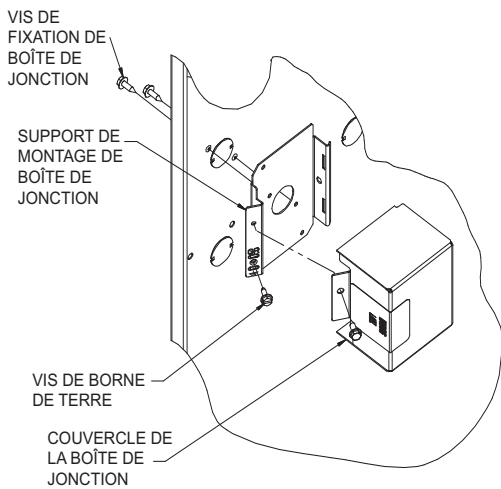

Figure 34 – Installation d'une boîte de jonction (le cas échéant)
Le couvercle de la boîte de jonction, le support de fixation et les vis se trouvent dans le sac de pièces détachées expédié avec la chaudière. Reportez-vous à la fig. 34 pour connaître les emplacements de montage de la boîte de jonction.
1. Percez deux (2) trous de 3 mm (1/8 po) dans les dépressions du caisson de la chaudière près de la découpe de 22 mm (7/8 po) sur le côté du caisson. Ne retirez pas la découpe du côté du caisson.
9. Raccordez les fils d'alimentation et neutres sur place aux fils d'alimentation électrique de la chaudière à l'intérieur du coffret électrique externe, comme illustré à la fig. 34.
1. Posez le support de fixation de la boîte de jonction à l'intérieur du caisson de chaudière. Consultez la figure 34.
5. Raccordez le fil de mise à la terre sur place et le fil de mise à la terre d'origine à la vis de mise à la terre verte située sur le support de montage de la boîte de jonction, conformément à la fig. 34.
7. Fixez le couvercle de la boîte de jonction de la chaudière au support de fixation à l'aide des vis fournies dans le sac de pièces détachées. Attention de ne pas pincer les fils entre le couvercle et le support de fixation. Consultez la figure 34.
4. Raccordez le fil de mise à la terre sur place et le fil de mise à la terre d'origine à la vis de mise à la terre verte située sur le support de montage de la boîte de jonction, conformément à la fig. 34.